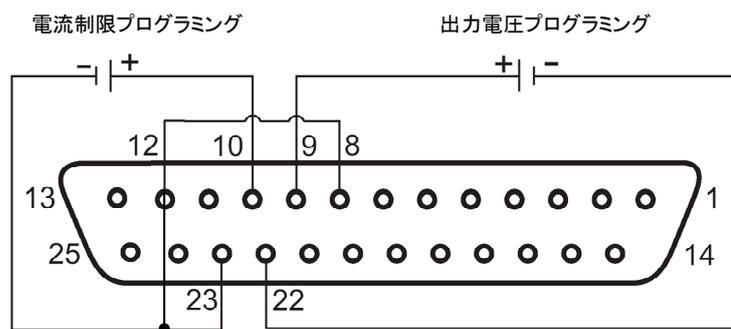

図 6-1 リモート電圧プログラミング接続（J1 コネクタはリアパネルから見た図）
- (3) SW1-3 を用いて電圧プログラミングレンジの選択をしてください。
- (4) SW1-7 と SW1-8 が確実に DOWN(初期設定:下向き)になっていることを確認してください。
- (5) J1-8、J1-12、J1-23 の 3 端子間を短絡してください。
- ◆ 詳細は、図 6-1、および 4-5-1 項の図 4-4、表 4-4 参照してください。
- (6) 図 6-1 に示すように外部電源を J1 端子に接続してください。その際には極性を確認の上、接続してください。出力電圧・電流制限プログラミングのグランドはそれぞれ J1-22 (VPGM_RTN)、J1-23 (IPGM_RTN)です。